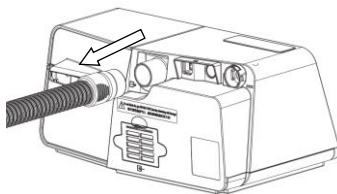
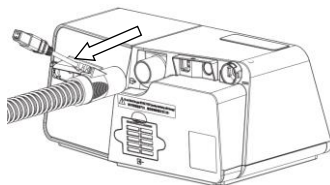

Fig. 18-4
Fig. 18-5
- (1) Retire la tubería del dispositivo y la máscara antes de limpiar.
- (2) Sostenga el manguito del tubo y tire suavemente del dispositivo como se ve en la Fig. 18-4. O desconecte la alimentación del tubo calentado, luego sostenga el manguito del tubo calentado y sáquelo del dispositivo, como se ve en la Fig. 18-5.